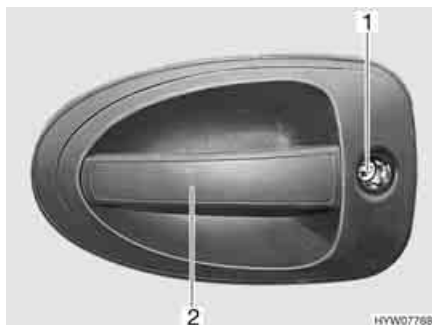

Fig. 35 Serratura della porta di ingresso, lato esterno
- Inserire la chiave nel cilindro della serratura (Fig. 35,1) e ruotare fino a quando la serratura della porta si sblocca.
- Tirare la maniglia della porta (Fig. 35,2). La porta è aperta.
- Inserire la chiave nel cilindro della serratura (Fig. 35,1) e ruotare fino a quando la serratura della porta si blocca.